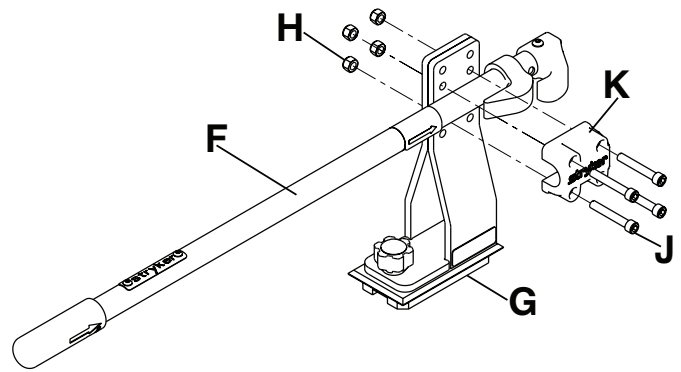

Figure 14 – Fixer la pince du rail à l'ensemble de rail
11. Positionner l'ensemble de rail (F) sur le support (G) (Figure 14).
12. Installer les quatre écrous hexagonaux en Nylock (H) et les quatre vis d'assemblage à six pans creux de 5/16-18 x 2 po (J) pour fixer la pince du rail (K) à l'ensemble de rail (Figure 14).